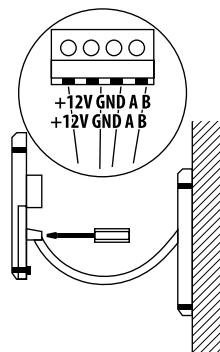

Рис. 17.
4. Подключите силовую проводку коробки внутри стены к клемме подключения (проверьте, чтобы не было короткого замыкания) (рис. 17).